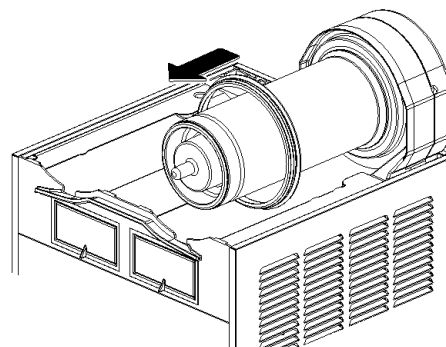

Bild 9
- 4 Die Behälterdichtung aus ihrem Sitz entfernen (Bild 9).